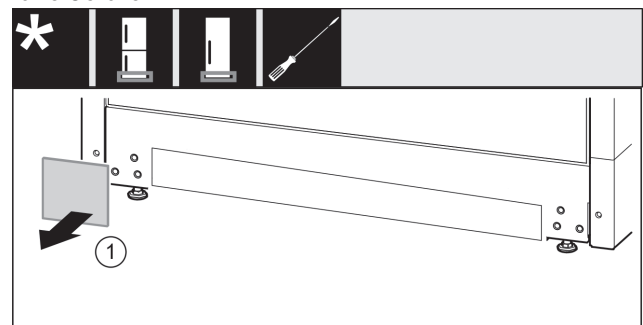

Fig. 18
- ▶ Abdeckung Fig. 18 (1) abnehmen.